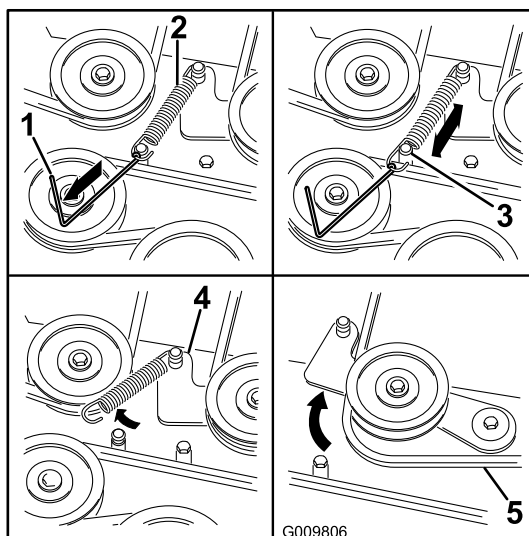

Figura 73
6. Usando una herramienta para la retirada de muelles (Pieza Toro N° 92-5771), retire el muelle tensor del espárrago de la carcasa para eliminar la tensión de la polea tensora (Figura 73).
9. Pase la correa nueva alrededor de las poleas del cortacésped y de la polea del embrague, debajo del motor (Figura 73).
10. Usando una herramienta para la retirada de muelles (Pieza Toro N° 92-5771), instale el muelle tensor sobre el espárrago de la carcasa para tensar la polea tensora y la correa del cortacésped (Figura 73).